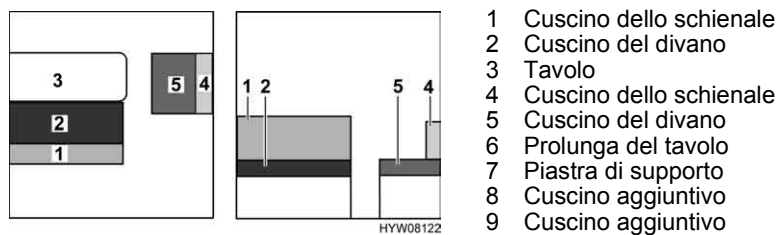

Fig. 97 Prima della trasformazione
- Allungare il tavolo (Fig. 97,3) e trasformare il tavolo sospeso allungato in struttura di supporto letto (vedi paragrafo 6.8).
- Tirare il cuscino del divano del sedile (Fig. 97,2) in avanti.
- Tirare il cuscino del sedile longitudinale (Fig. 97,5) in avanti sul tavolo.